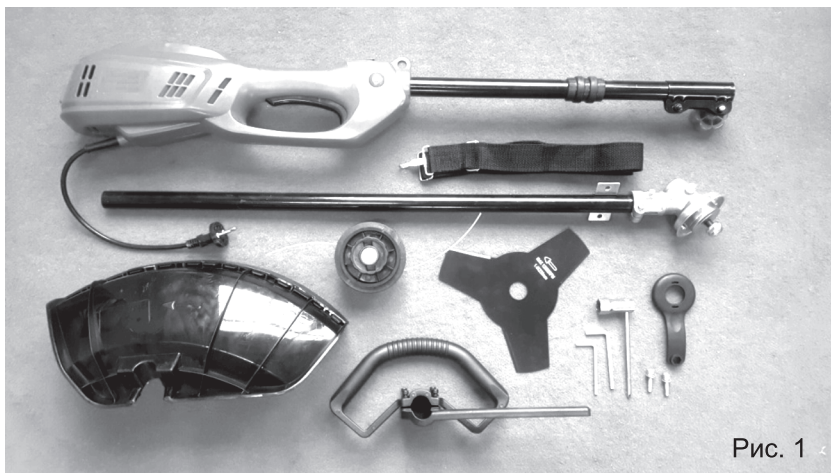

Рис. 1
3.1. Комплектность* поставки представлена на Рис.1.